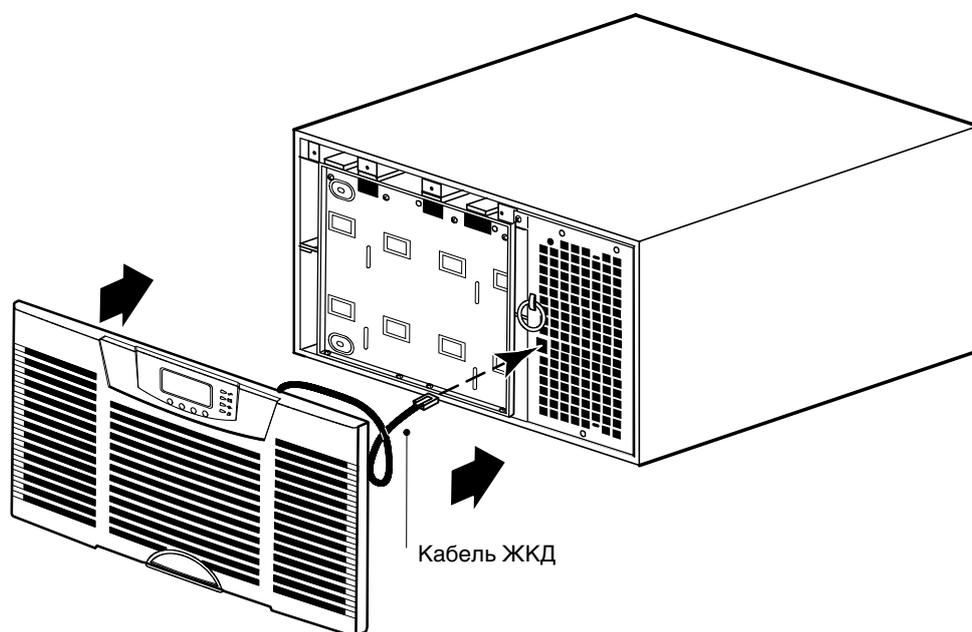

Рисунок 55. Установка передней крышки ИБП
7. Установите на место переднюю крышку ИБП (см. Рисунок 55):